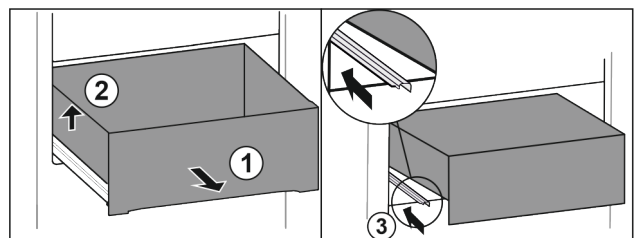

Fig. 90
- ▶ Schubfach bis zum Anschlag herausziehen. Fig. 90 (1)
- ▶ Schubfach links anheben. Fig. 90 (2)
- ▶ Linke Schiene einschieben. Fig. 90 (3)